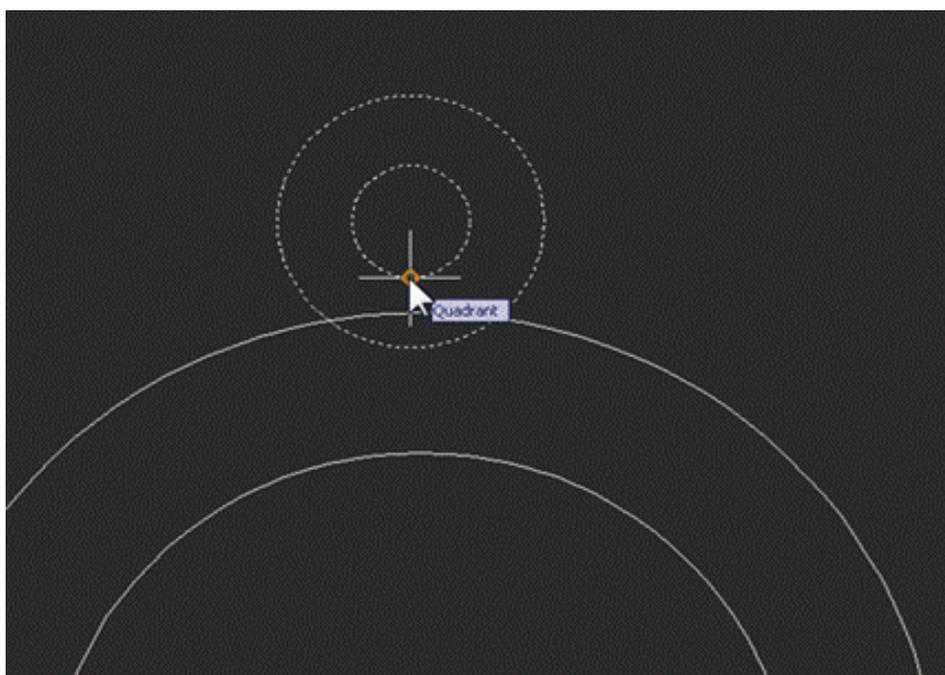

Рис.5 . Используем привязку Касательная
7. Переместим «проушину» командой **Переместить** так, чтобы отверстие касалось наружного контура кольца (используем привязку Касательная Рис.5, 6):